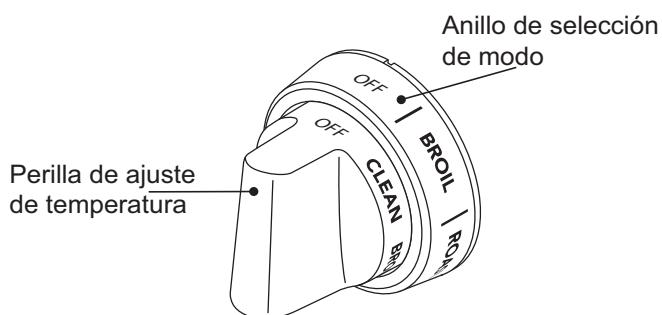

Figura 32: Perilla de ajuste de temperatura y anillo de selección de modo
- Ajuste el anillo de selección de modo (*Figura 32*) a Bake (Hornear), Convection Bake (Hornear por convección) o Roast (Asar).